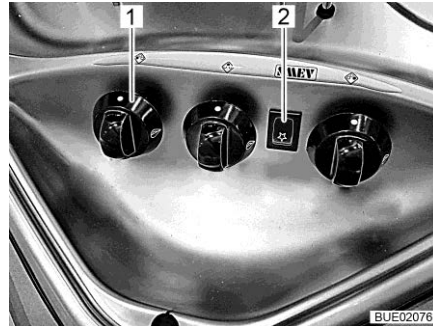

Bild 231 Bedienelemente für Gaskocher
- Drehregler (Bild 231,1) der gewünschten Brennstelle auf Zündposition (große Flamme) drehen.
- Zündknopf (Bild 231,2) drücken. Am Brenner werden Zündfunken erzeugt.